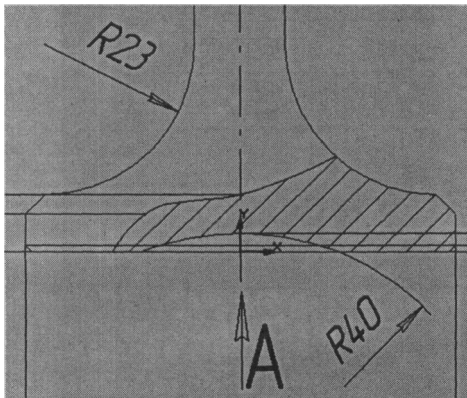

Рис. 4.27
18. Простановка радиальных размеров. Нажмите кнопку **III** (**Радиальный размер**) и наведите курсор между тарелкой и стержнем клапана. При этом цвет линии изменится на красный, а вместо радиуса R 23 появится прямоугольная рамка. Установите размер так, как показано на рис. 4.27, затем нажмите левую кнопку мыши. Повторным нажатием зафиксируйте
те размер, который по умолчанию будет идти от центра, но в данном случае нас это устраивает. Аналогичную процедуру нужно проделать для радиуса сегмента R 40, расположенного в нижней части тарелки клапана. Однако здесь размерная линия радиуса, идущая от центра, уже недопустима, так как пересекает другой размер. Для простановки этого размера с противоположной от центра стороны нужно нажать кнопку **i2i (Размерная линия от центра)**. При этом кнопка примет такой вид: **jd1**. Размерная линия значительно укоротится и уже не будет проходить через другие размеры, затрудняя чтение чертежа. Зафиксируйте левой кнопкой мыши положение радиального размера в правой части от оси симметрии (рис. 4.27).